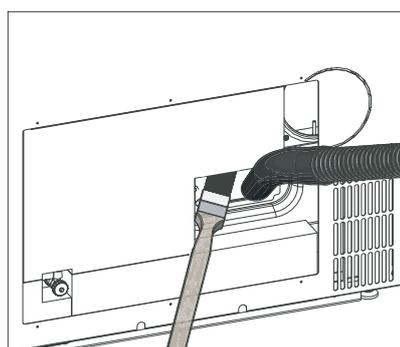

Fig. 58 Nettoyer les pièces sur le dessus du bac de cendres avec un pinceau et aspirer ensuite le bac de cendres
- ▶ Nettoyer les pièces sur le dessus du bac de cendres avec un pinceau et aspirer ensuite le cendrier – Fig. 58.